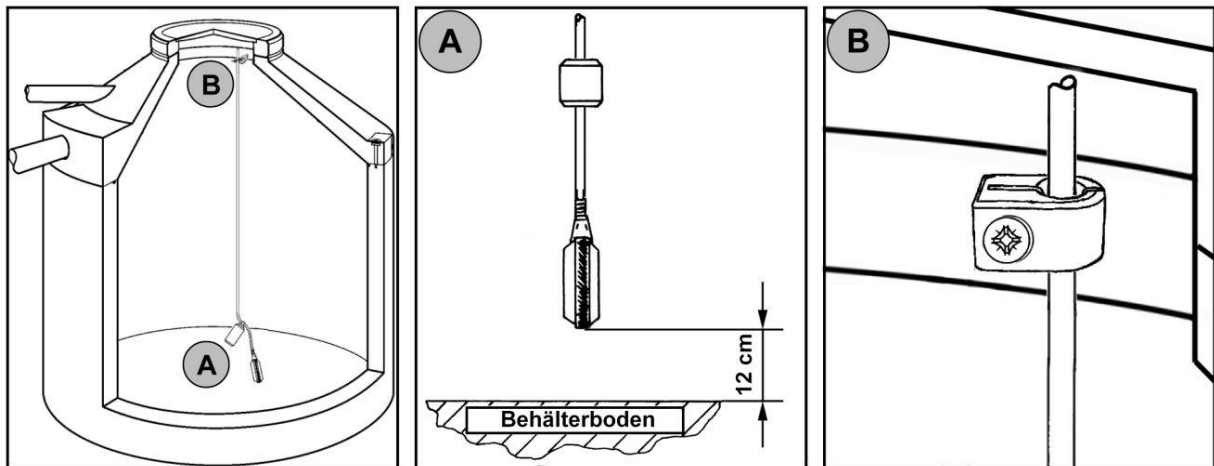

Abbildung 13: Schwimmerschalter installieren
- Schwimmerschalter so weit hochziehen, bis der Abstand zwischen Schwimmer und Behälterboden 12 cm beträgt, siehe Abbildung 13.